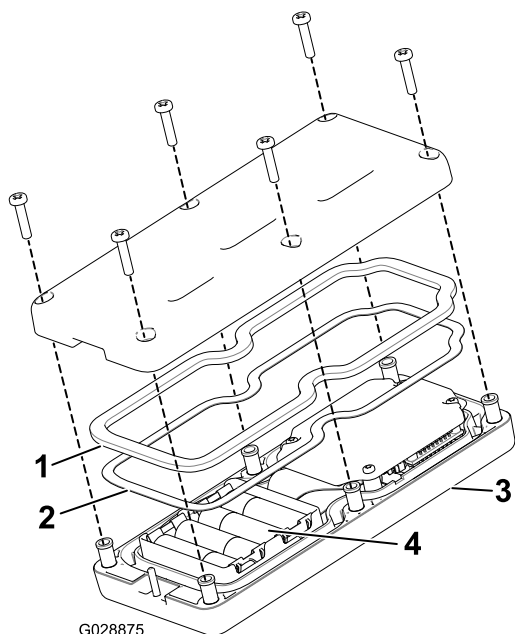

図 46
3. リモートの裏側にあるねじ6本を外してカバーを取る (図 46)。
5. 新しい電池を入れる向きに注意すること。電池を正しく入れないと、機械が損傷することはないが、操作ができない。電池を入れる箇所にはプラス・マイナスの表示がある図 46。
6. ゴム製シールとスチール製のガスケットを外してしまった場合は、これらを注意深く溝にセットする(図 46)。
7. カバーを元通りに取り付け、先に取り外したねじ6本を使って固定し図 46、各ねじを 1.5~1.7N・m 0.15-0.17 kg・m = 13~15 in-lbにトルク締めする。